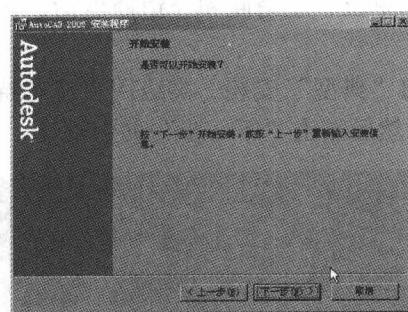

图 1-11 开始安装界面
11) 出现开始安装界面(见图 1-11)。如果用户对之前的设置不满意，可通过点击“上一步”按钮返回重新设置；如果确认无误，可点击“下一步”按钮开始安装。安装过程是自动进行的，会显示安装进度条。